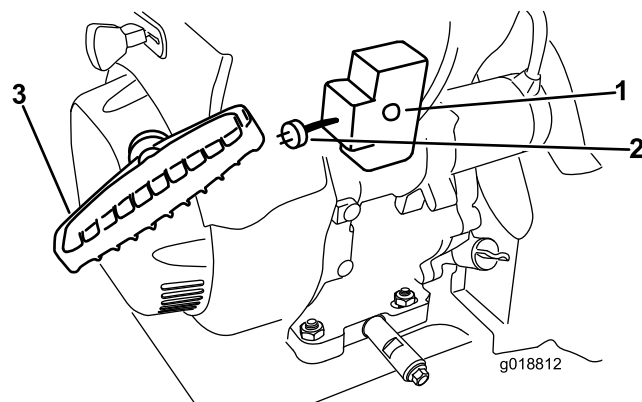

Figura 31
7. Avviate la macchina tirando la maniglia dell'avvitatore autoavvolgente o premendo il pulsante dell'avviamento elettrico (Figura 31).